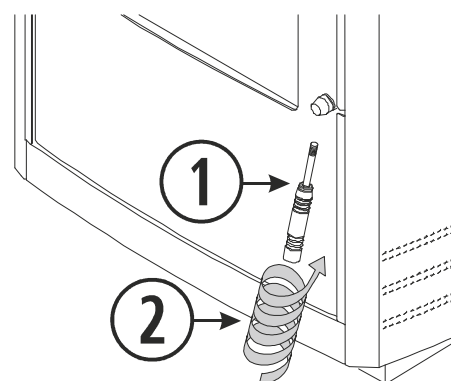

Figura 2
- 4.7. Nelle stufe modello Suez, la maniglia viene inviata smontata e collocata dentro la tramoggia. In questo caso, è necessario montare la suddetta maniglia avvitandola alla porta, come indicato in *figura 2*.
①	Maniglia della porta.
②	Avvitare la maniglia alla porta.